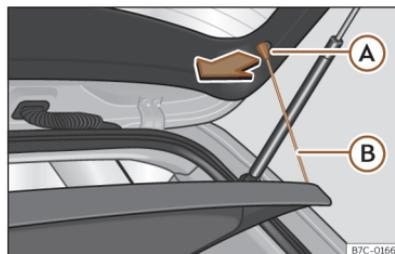

Fig. 168 En el maletero: desmontar y montar la bandeja.
- Desenganche los tirantes de sujeción >>> **fig. 168** (A) de los alojamientos (A).
- Enganche los tirantes de sujeción >>> **fig. 168** (B) en el portón trasero.